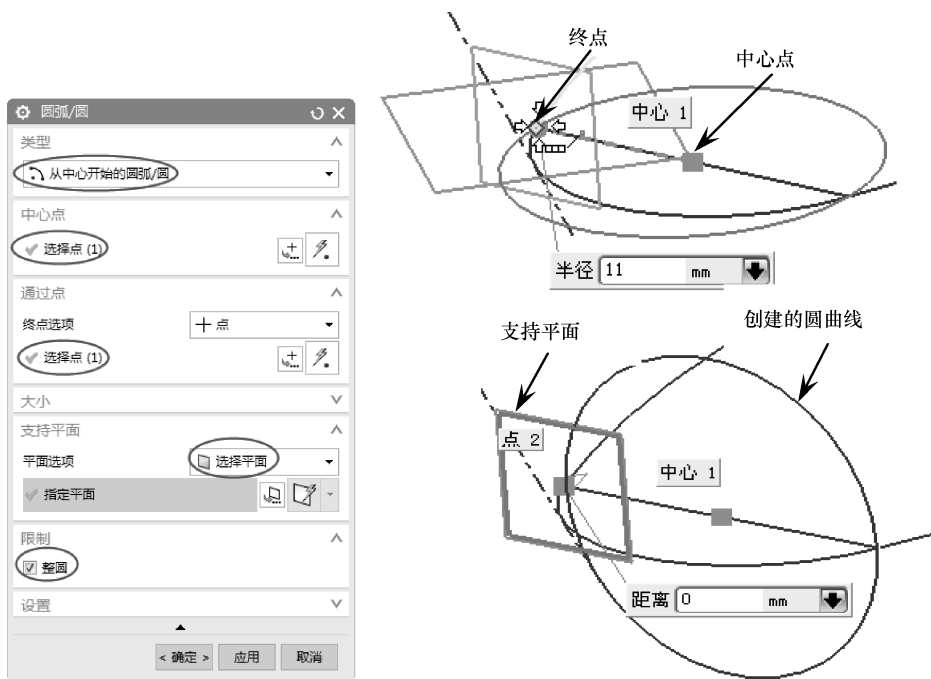

图 5-12 创建钩尖圆曲线
- 09 同理，采用【从中心开始的圆弧/圆】类型，创建钩尖的圆曲线特征，如图 5-12 所示。